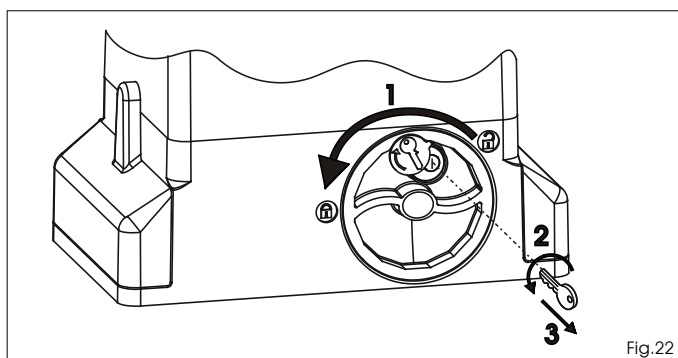

Fig.22
- 1) Tourner le système de déverrouillage en sens inverse horaire jusqu'à son arrêt, Fig. 22 réf. 1.
- 2) Tourner la clé en sens inverse horaire et l'extraire de la serrure, Fig. 22 réf. 2 et 3.